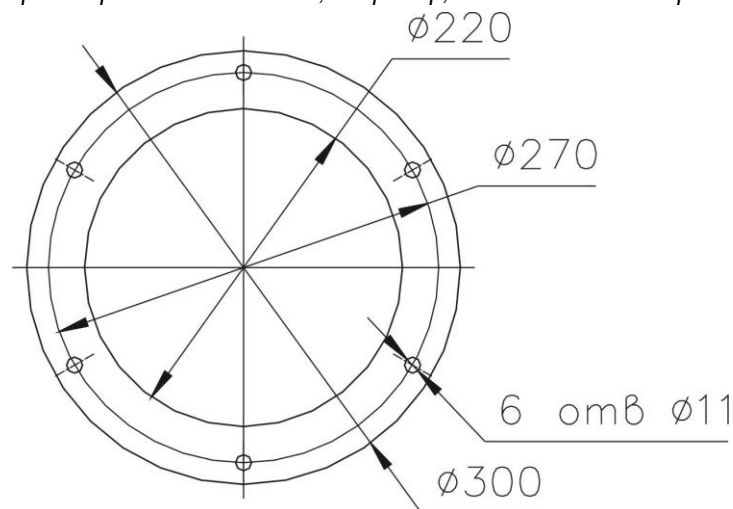
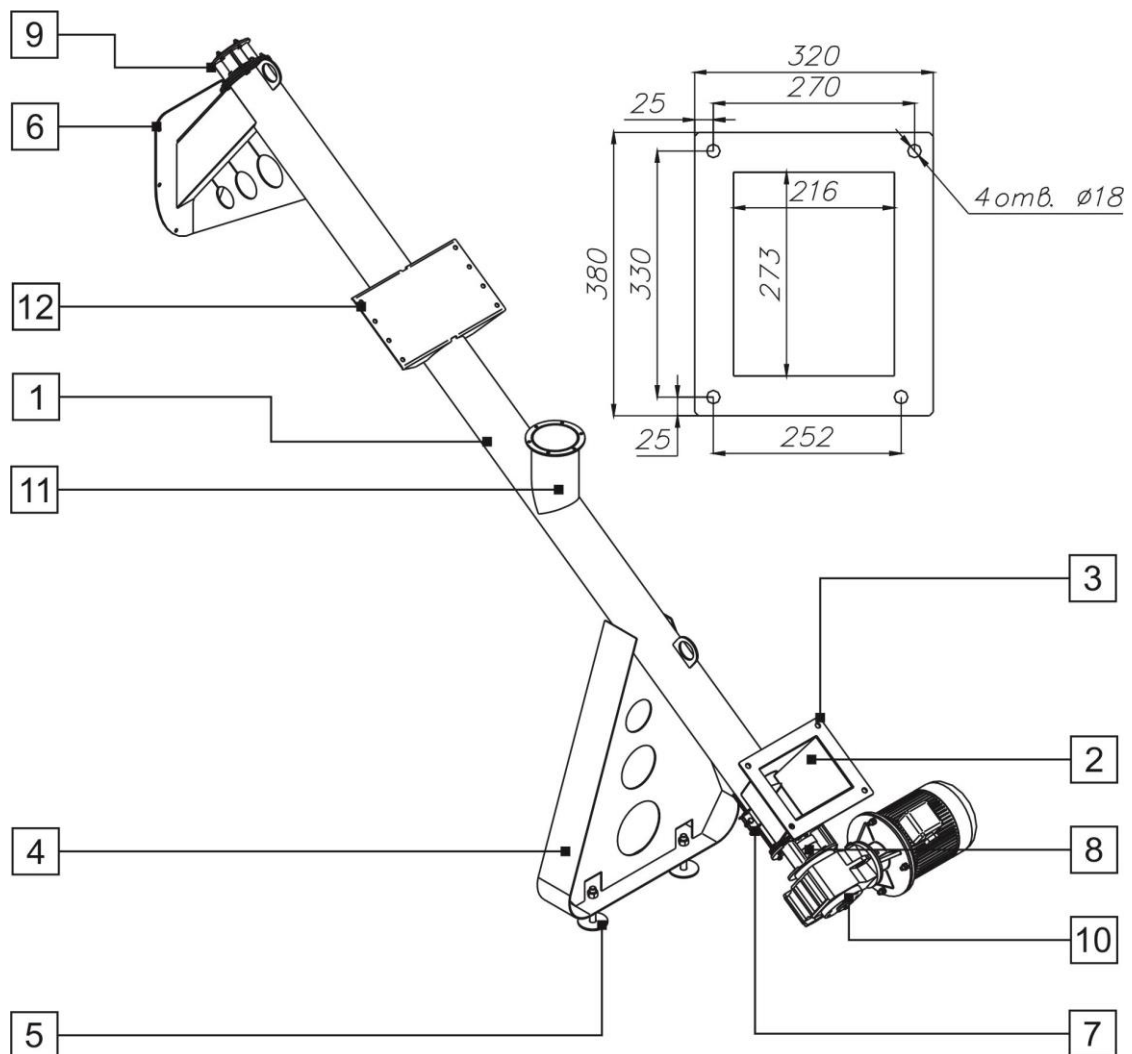

Рис.11 Фланец разгрузочного патрубка шлюзового затвора
Рис.12
Винтовой конвейер-питатель (Рис.12) состоит из: корпуса (1), внутри которого находится подающий шнек, загрузочного патрубка (2) с фланцем (3), рамки (4) с регулируемыми опорами (5), разгрузочного патрубка с присоединительным фланцем (6), лючка (7) очистки корпуса, подшипниковой опоры приводной (8) и консольной (9), мотор-редуктора (10). В верхней части корпуса (1) расположен патрубок (11), служащий для установки шлюзового затвора пыли (только для модификации «М-3050-М21»). Присоединительные размеры фланца патрубка (11) аналогичны приведенным на Рис.11. Также на корпусе (1) имеется площадка (12), предназначенная для установки фильтровального агрегата (только для модификации «М-3050-М21»).